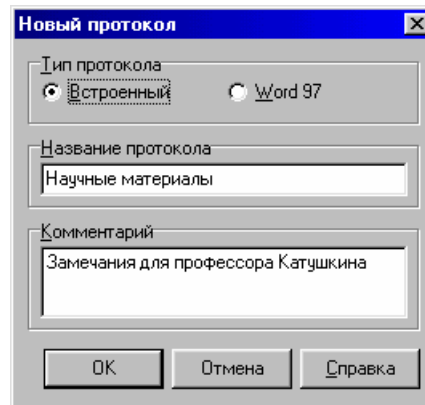

Рис. 3.52
25. Создание нового протокола обследования осуществляется по команде меню **Протокол|Новый**. На экран выдается диалоговое окно *Новый протокол* (Рис. 3.52).